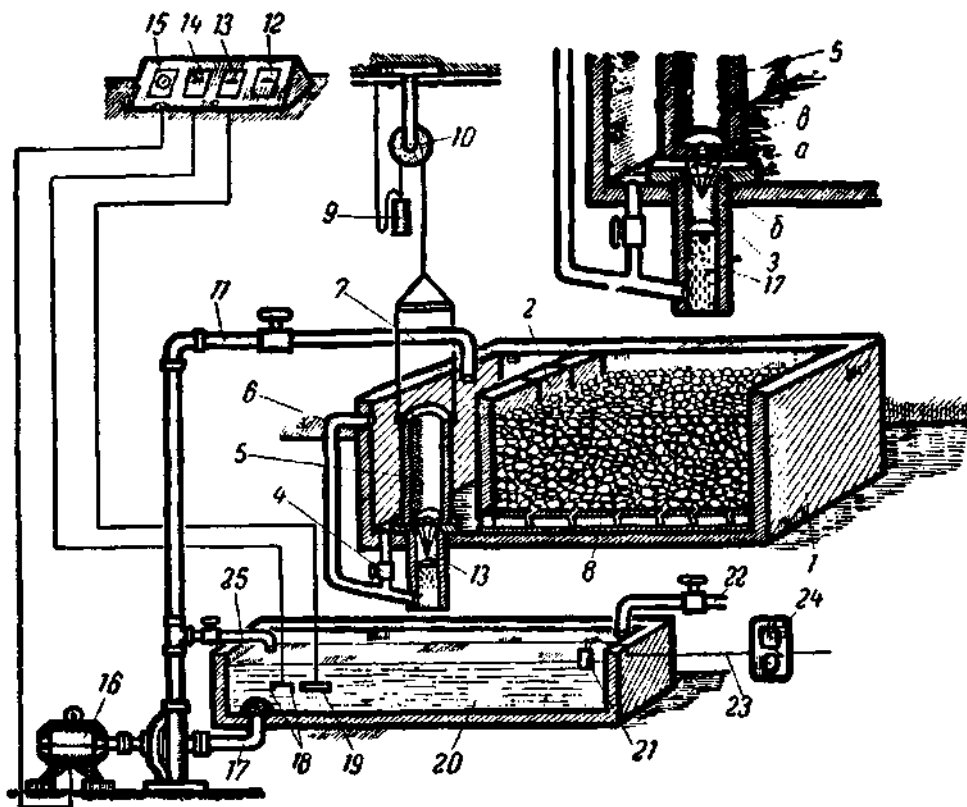

Рис. 36. Схема устройства гидропонной установки системы Рёшлера:
Питательный раствор должен оставаться в резервуаре примерно 20 минут для полного насыщения гравия и только после этого снова освобождать резервуар. Как же достигается автоматизация в этом случае? Оказывается очень просто: в дне запирающего стакана (5) просверлено маленькое отверстие *в* (рис. 36, увеличенная деталь схемы в правом верхнем углу), через которое из стакана медленно и непрерывно вытекает раствор. Отверстие должно быть именно такого диаметра, чтобы примерно через 20 минут вес пустеющего стакана стал меньше веса уравнивающего его груза (противовеса) (9), и тогда стакан поднимется кверху, открывая выход для раствора.